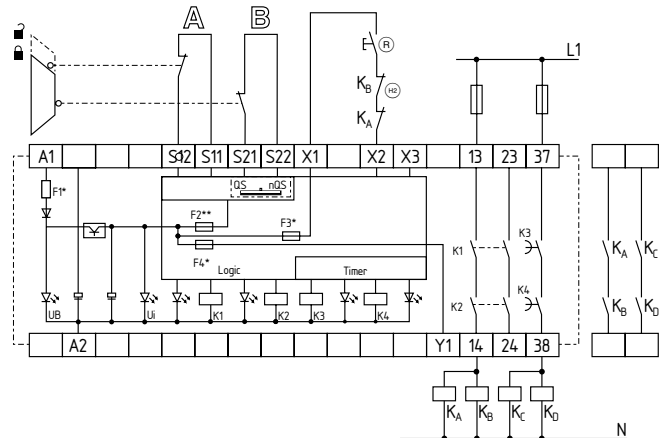

Fig. 8:
**Comando de dois canais, mostrado no exemplo de uma monitorização de portas de protecção; com dois contactos A e B, destes no mínimo um de ruptura positiva; com botão Reset externo ® (ver Fig. 8)**